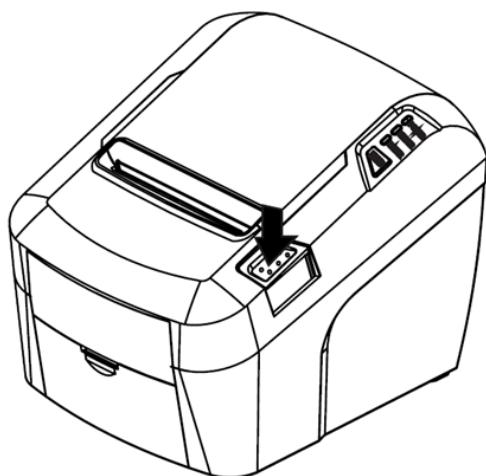
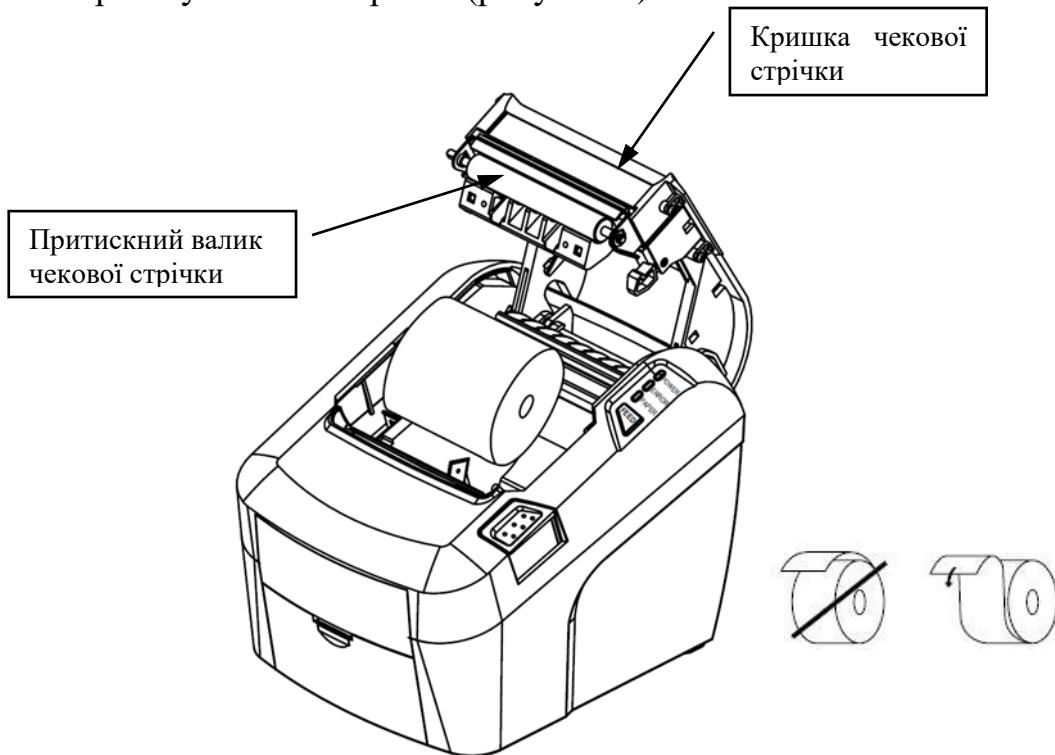

Рисунок 7 - Кнопка відкривання кришки чекової стрічки
Рисунок 8 - Встановлення чекової стрічки
- натисніть кнопку відкривання кришки (рисунок 7) та відкрийте кришку чекової стрічки (рисунок 8).
- вставте рулон паперу в нішу реєстратора (рисунок 8);
- вставити рулон паперу в нішу для чекової стрічки реєстратора (рисунок 8);
- відкрити кришку чекової стрічки (рисунок 8);